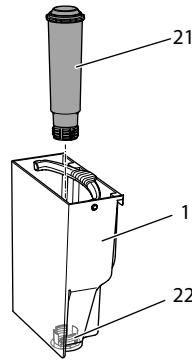

Abb. 15: Wasserfilter ein- oder ausschrauben
- Entfernen Sie den Wasserfilter (siehe Abb. 15 auf Seite 23).
9. Setzen Sie einen neuen Filter in den Wassertank ein (siehe *Abb. 15*).
3. Entfernen Sie den Wasserfilter (siehe *Abb. 15*).